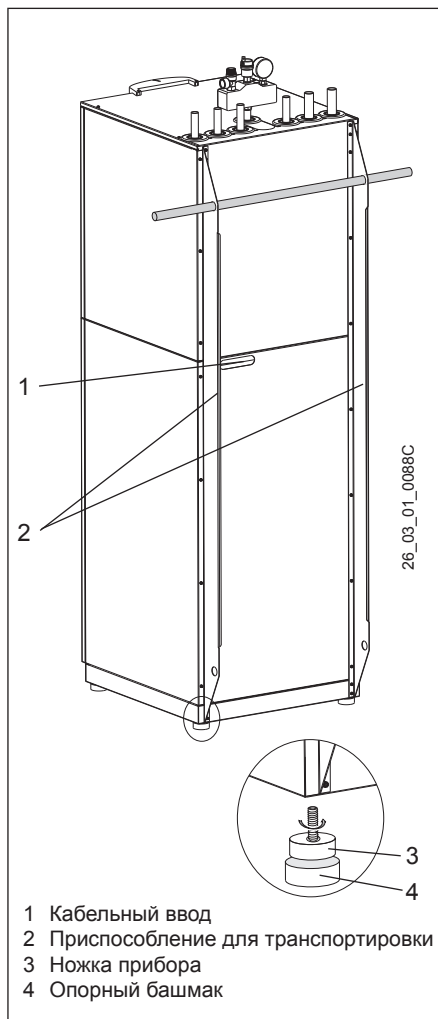

Рис. 11
При стесненных условиях транспортировки прибор можно наклонить назад, но не более чем на 45°. Металлические уголки, расположенные сзади на приборе, вместе с соответствующей трубкой служат вспомогательным средством для транспортировки (рис. 11). Не допускается хранение и транспортировка при температурах ниже - 20 °C и выше + 50 °C.
3. Прежде чем снимать прибор с поддона, возьмите из приложенного пакета ножки прибора (3), изображенные на рис. 11, и полностью вкрутите их в прибор.
Любые соединительные провода, а также провода датчиков необходимо пропускать через предусмотренные проходы в задней стенке (поз. 1 на рис. 11).